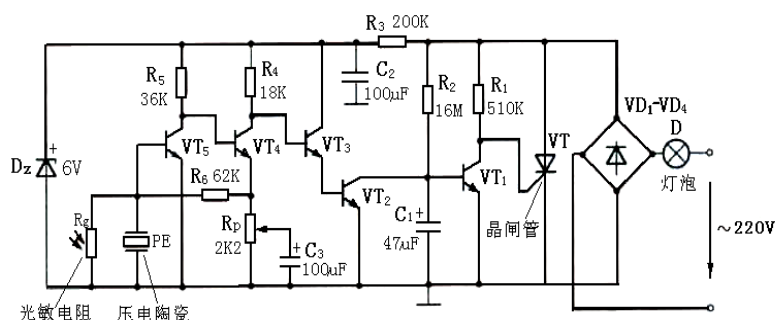

图 7.11 声光控延时开关电路原理图
①下料。
②拓图。
③描漆图。
④修整线条、焊盘。
⑤腐蚀。 ⑥去漆膜。 ⑦清洗。 ⑧打孔。 ⑨涂助焊剂。 三、归纳、小结 采用提问、启发回答的方式进行小结。 1. 声光控延时开关电路适合在什么场合下使用？有何优点？图 7.11 所示的声光控延时开关电路中，PE、R_g、Dz、$VD_1 \sim VD_4$有何作用？ 2. 如何设计印制电路？设计时应注意什么？ 3. 如何制作印制电路板？ 4. 腐蚀液的浓度和温度对腐蚀过程有何影响？ 5. 如何防止制作好的印制电路板氧化？ 四、作业布置 1. 手工印制声光控延时开关印制电路板。